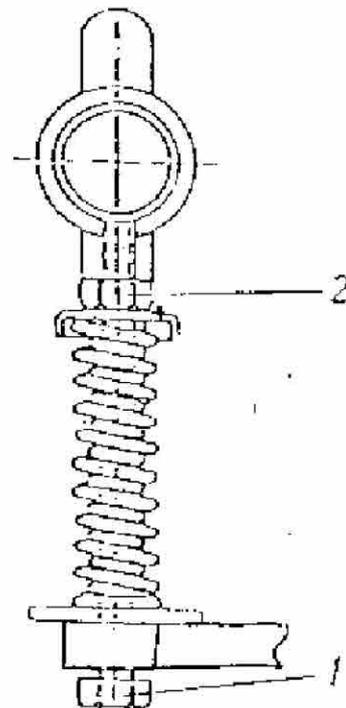

Abb. 18. Spanner des Becherbandes
Das Becherband soll auf eine solche Art und Weise gespannt werden, damit es während des Betriebs bei normal befüllten Auspflanzkammer nicht stoppt. Das Band kann sich nicht seitlich verschieben. Die Spannung des Bandes erfolgt gleichmäßig von beiden Seiten durch das Eindrehen der Schraube (1, Abb.18) in die Mutter (2).